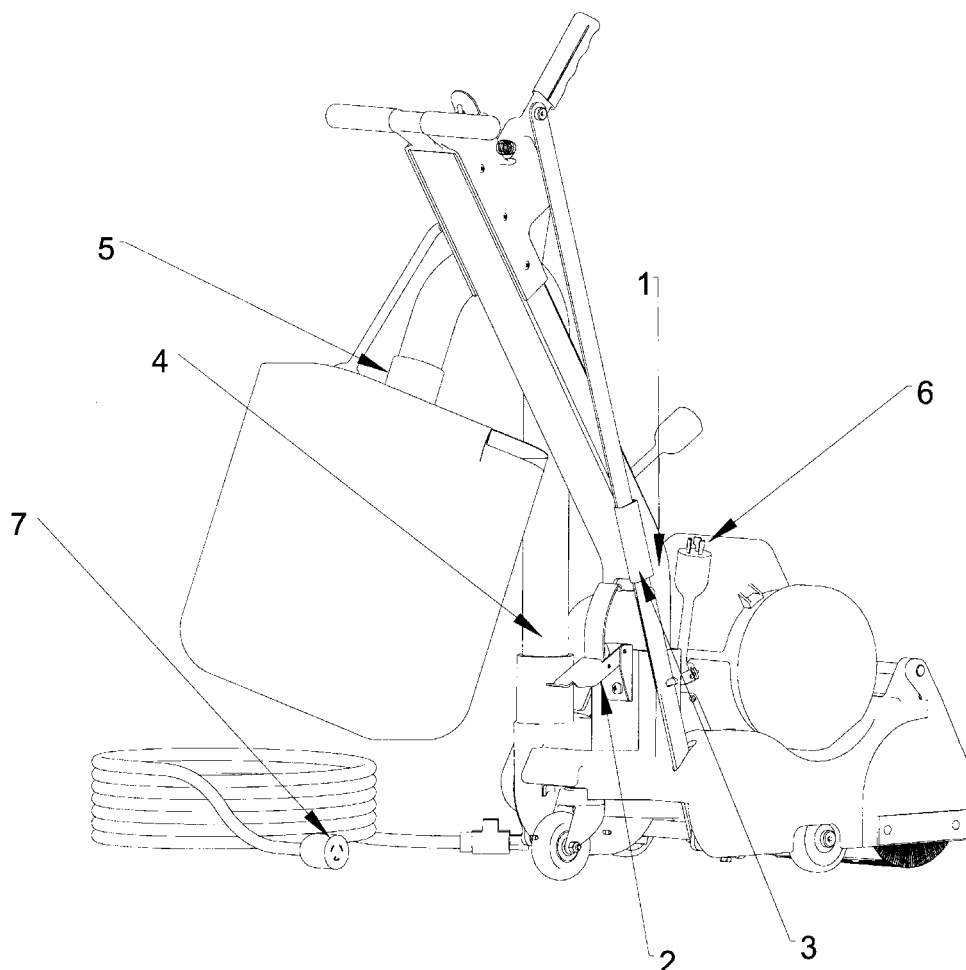

Figura 4
2. Levante el chasis con las manijas de transporte y colóquelo en el área de carga. Consulte la figura 4.